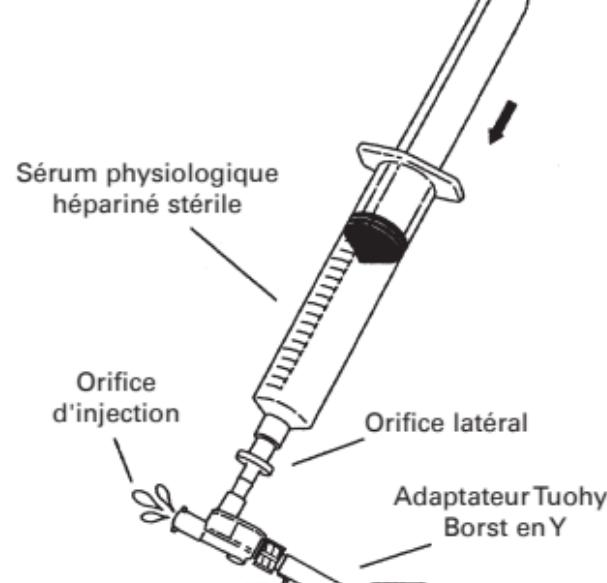

Fig. 2
4. Raccorder la double valve anti-retour à l'adaptateur Tuohy-Borst transparent. La valve Tuohy-Borst doit être fermée à fond. Raccorder une seringue de 20 ml remplie de sérum physiologique hépariné à l'orifice latéral de la double valve anti-retour et enfoncez le piston lentement pour évacuer l'air par l'orifice d'injection. (Fig. 2)